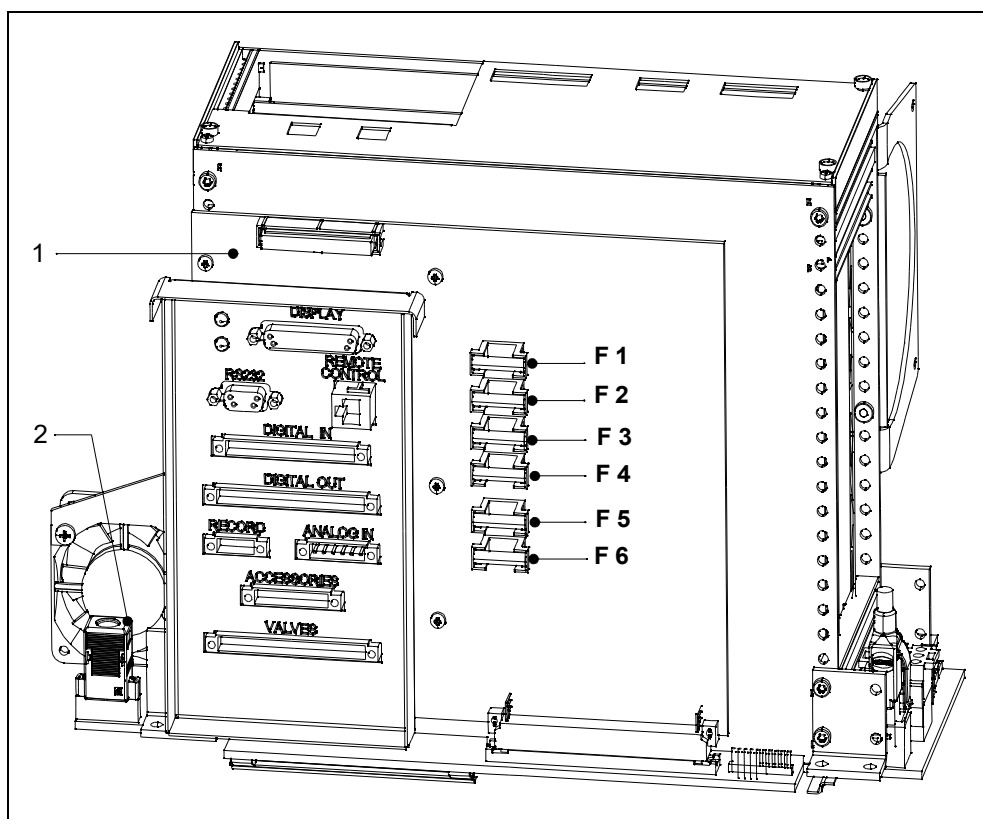

図 7-6 インターフェースボード (SSK) のヒューズ
- カバー取り外し後、インターフェイスボードのヒューズにアクセスできます。詳細は図 7-6 を参照してください。